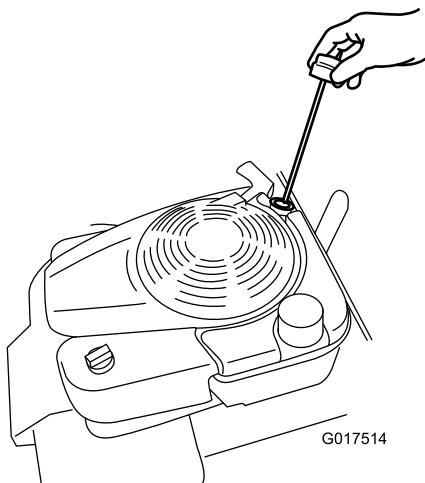

Figure 32
- Retirez la jauge (Figure 32) et versez de l'huile dans le tube de remplissage pour remplir le carter moteur aux 3/4.